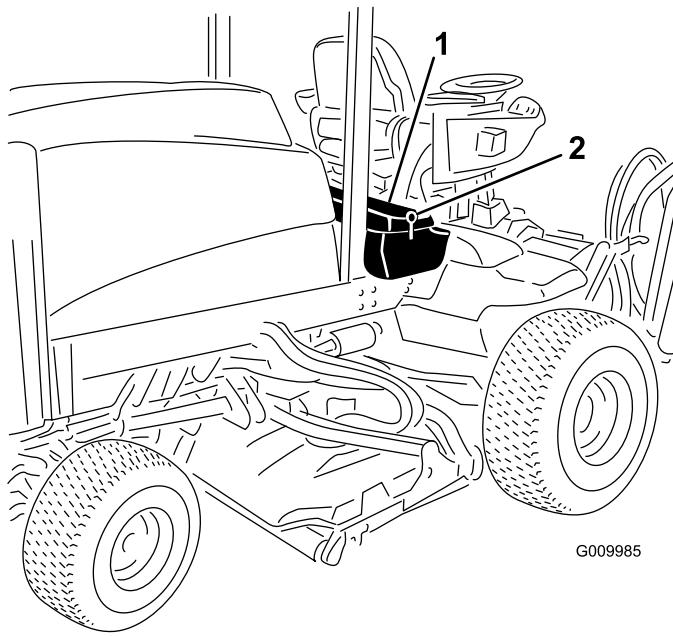

Bild 41
1. Entriegeln und heben Sie die Abdeckung der Bedienerkonsole hoch (**Bild 41**).